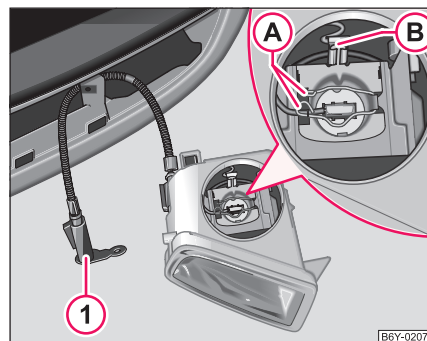

Fig. 160 Demontarea becului pentru farurile de ceață
- Deconectați legătura de contact ② ⇒ Pagina 222, Fig. 160.
- Apropiati cleștii de sârmă ③ care susțin lampa și scoateți-i din elementele de blocare.
- Fixați din nou cleștii de sârmă ③ peste toată instalația.
- Conectați legătura de contact ②.